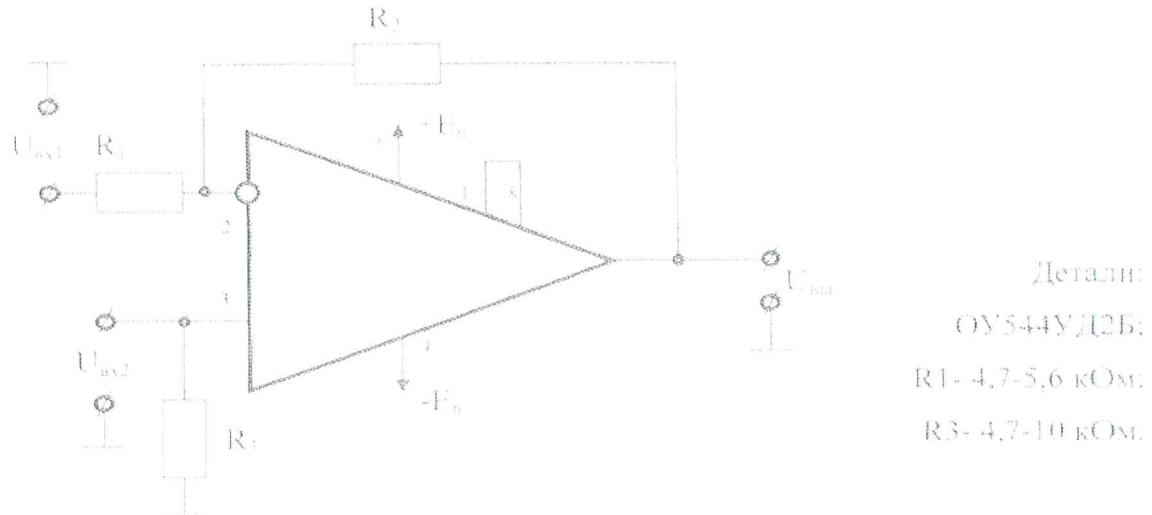

Рис. 3. Схема инвертирующего усилителя на ОУ 544УД2Б
2.3 «Заземлить» «вход 2» схемы, рис. 4. На «вход» подать от генератора синусоидальный сигнал 1 мВ (если непосредственно выходной сигнал генератора это не позволяет, использовать делитель, как в схеме рис.3)
2.6.2 Собрать схему, как показано на рис. 3.